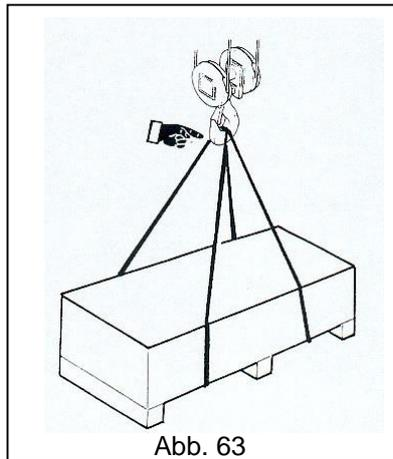

Abb. 63
- **STETS** sicherstellen, dass die Last korrekt am Hubhaken angeschlagen ist; die Last vor dem Anheben ins Gleichgewicht bringen und die Anschlagmittel mit langsamen und sicheren Bewegungen spannen (Abb. 63).